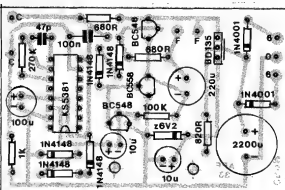

Fig. 9
- FIG. 9 - "CHAPEADO" - A colocação dos componentes sobre a face não cobreada da placa encontra-se detalhada na figura. Embora  **tudo**  mereça atenção e cuidado, alguns pontos são especialmente críticos: a posição de  **todos**  os componentes polarizados, quais sejam: o Integrado, os transistores, os diodos (inclusive o  **zener** ) e os capacitores eletrolíticos. Quanto a transistores e diodos, notar que existem, no circuito,  **mais de um**  código de cada um desses tipos de componentes... Assim, cuidado para não "trocar as bolas"... A respeito de resistores, observar seus valores em função de suas posições na placa (trocou, "dançou"...). O transistor BD135 apresenta uma face metalizada que, na figura, está simbolizada pelo traço extra, voltado para a posição ocupada por um diodo 1N4001. Atenção... Depois de tudo soldado, conferir cada item, posição, código e polaridade, as condições dos pontos de solda (pela face cobreada), na busca de eventuais "corrimentos", "curtos" ou insuficiências